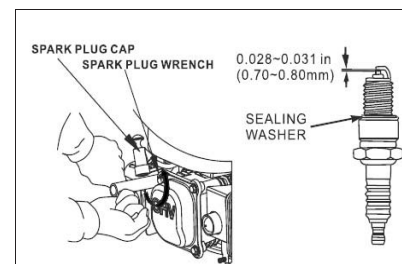

Fig. 11
4. Meet de afstand tussen de elektroden van de bougie met een gepaste meter. De afstand moet 0,028 - 0,031 in (0,7 - 0,8mm) zijn. Corrigeer de afstand indien nodig door de zij-elektrode voorzichtig te buigen. (Zie Fig. 11)